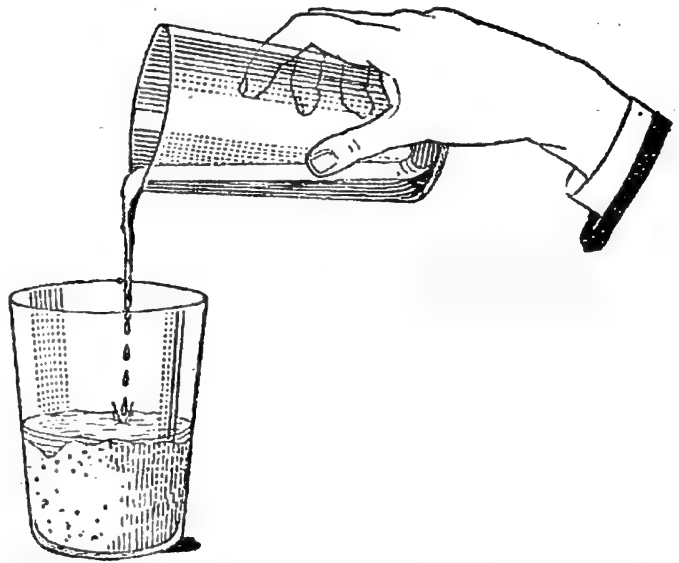

Fig. 5 — L'eau reste en nappe sur la farine, sans y pénétrer
**4. Mouillons la farine.** — Dans un verre contenant de la farine, versons un peu d'eau : elle reste en nappe sur la farine, dans laquelle elle ne s'infiltre que très lentement (fig. 5).